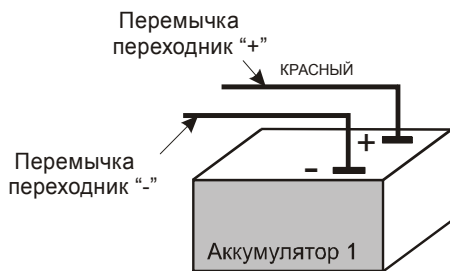
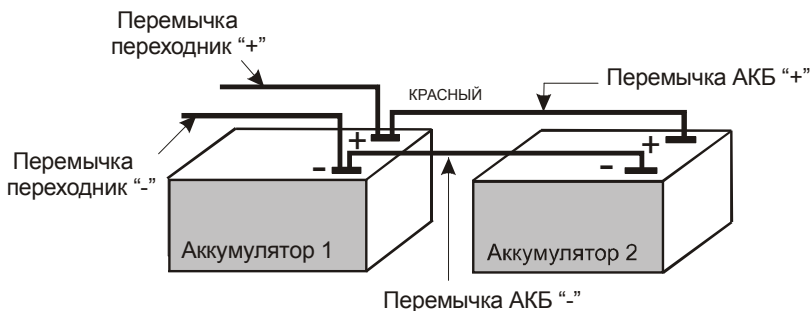

Рис.4 Подключение одного аккумулятора
Рис.5 Параллельное подключение двух аккумуляторов
- При подключении одного аккумулятора собрать схему согласно рис.4 Приложения. При необходимости подключения двух аккумуляторов соединить перемычками АКБ для параллельного подключения аккумулятора в батарею как показано на рис.5 Приложения;